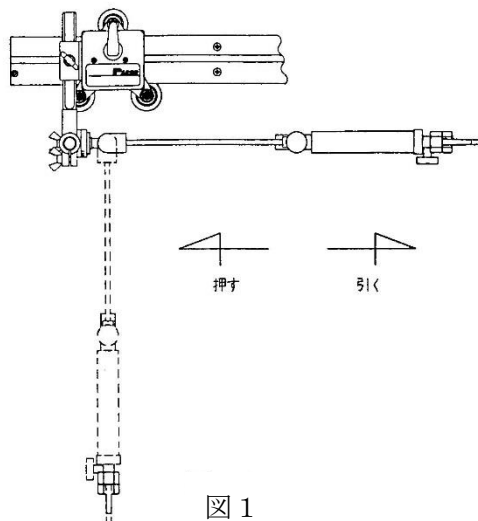

図 1
②使用する切断器に応じて、トーチホルダーにカラーをセットします。付属のカラーは、小・中形切断器用です。カラーを外しますと A 号切断器用となります。
③吹管の火口先をトーチホルダーに挿入し、縦アームで火口高さを調整します。
④クラッチレバーを押し下げますとクラッチ「ON」状態になります。また、引き戻しますとクラッチ「OFF」となり、本体の移動と位置合わせがスムーズに行うことができます。
⑤通常の切断方法は、図 1 の様に吹管をガイドレールと平行にして手前の方に一定の力で引きながら行います。作業の都合上、押しながら行う、または吹管を横向きにして引いても差し支えありません。